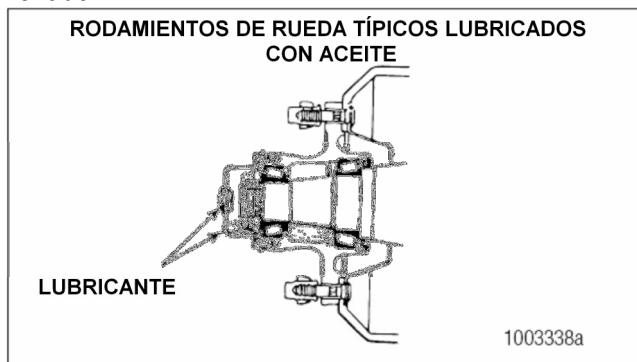

Figura 2.28
4. Agregue el aceite especificado al nivel especificado. Figura 2.28.